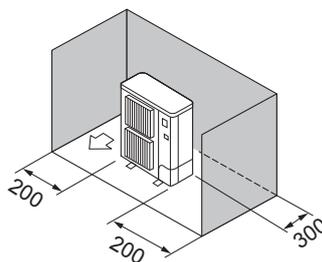

Fig. 2-5
- ③ Кедегілер тек артқы және бүйір жағында (Fig. 2-5)